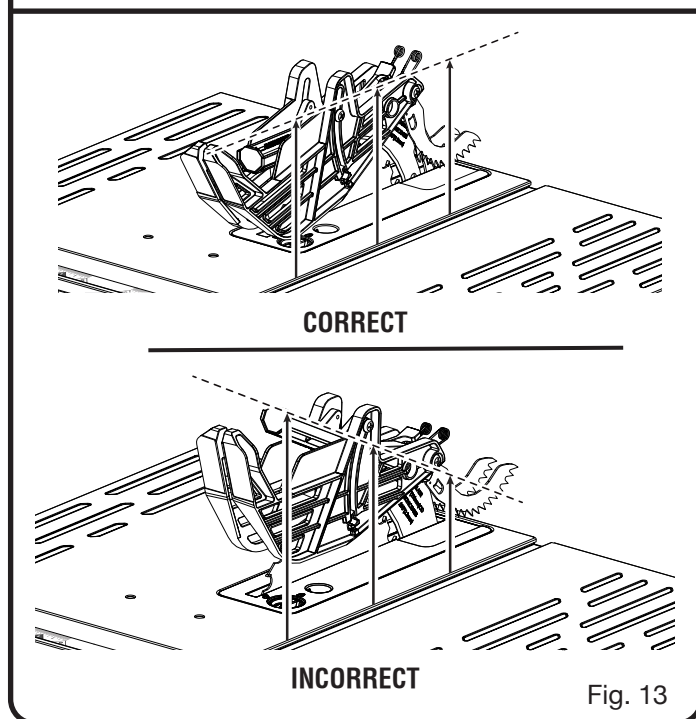

Fig. 13
- Avec le devant du protège-lame a élevé, abaisser le dos du garde dans le trou arrière le couteau diviseur comme illustré. Abaisser l'avant du garde jusqu'à ce que la barre à l'intérieur du garde soit **parallèle à la table** (voir la figure 13). Si la barre n'est pas parallèle à la table, le couteau diviseur n'est pas en position « en haut ».